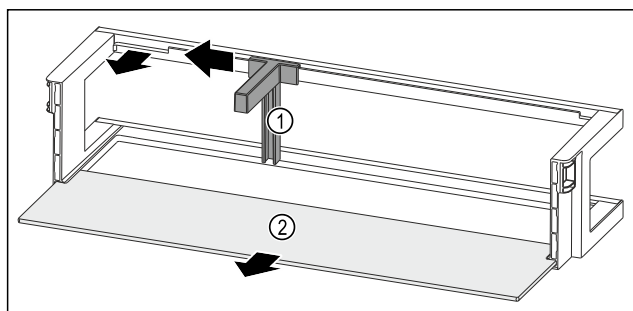

Fig. 259 Polica u vratima s držačem boca i policom za odlaganje
- Držać za boce Fig. 259 (1) pogurnite do otvora na stranu.
- Izvadite držać za boce Fig. 259 (1).
- Izvadite policu Fig. 259 (2).